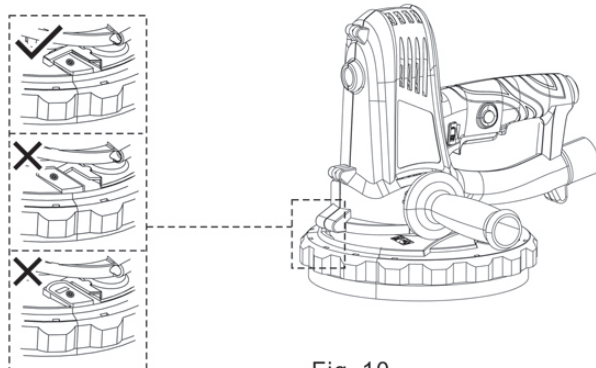

Fig. 10
- > Depois da operação, recoloque o segmento (10b) na proteção (10). Assegure-se de que o botão de desbloqueio (10c) está devidamente acoplado na sua posição (Fig. 10).